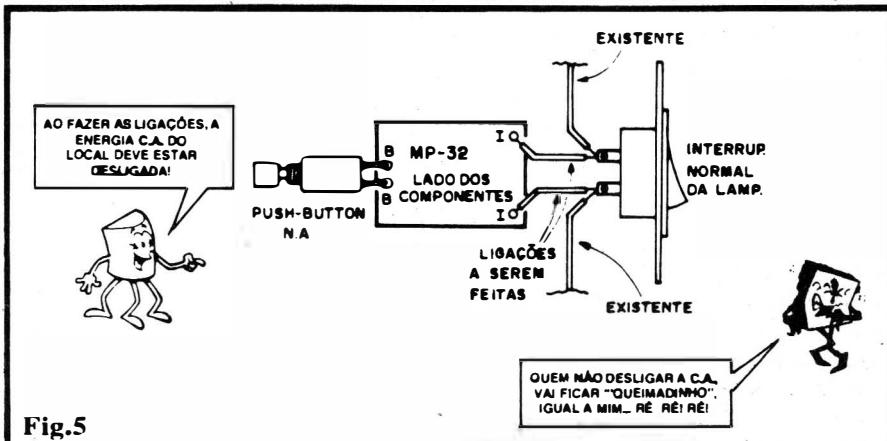

Fig.5
- FIG. 5 - OUTROS DETALHES COM O "DEDÔMETRO" - Sempre lembrando que a função básica de um provador de continuidade é "ver" se a eletricidade, em forma Contínua, "está passando ou não" por um condutor,
- FIG. 5 - CONEXÕES EXTERNAS À PLACA - INSTALAÇÃO BÁSICA - Como são poucas (e simples) as ligações externas, aproveitamos a ilustração para já dar uma idéia também da instalação elétrica final da ITEC... No-
- 6-B - Com o sistema de ligação/fixação mostrado em 6-A, a placa do circuito (pequena e leve...) poderá, na instalação final, ser “sustentada” pelo próprio **push-button**, sem o menor problema! A figura mostra um perfil do conjunto, com o “pescoço” do **push-button** preso, (pela porca e rosca “residentes” no componente...) ao espelho do interruptor anexo, ficando a plaquinha da MP-32 (ITEC) suspensa e sustentada por tal conexão mecânica... Não esquecer das (não mostradas...) conexões entre os pontos I-I da placa e os terminais do interruptor anexo, conforme ilustra a fig. 5...
Durante toda a fase da instalação final do ITEC (figs. 5 e 6...), é absolutamente obrigatório que o setor da instalação elétrica local esteja desenergizado, por razões de segurança! O procedimento certo (e necessário...) é DESLIGAR A CHAVE GERAL da energia, ao promover a mostrada instalação, voltando a ligar a C.A. apenas depois de tudo devidamente efetivado. Convém ainda, para maior segurança futura da própria instalação, que o lado cobreado da placa de Circuito Impresso seja totalmente recoberto por fita isolante, tomando-se também o cuidado de não permitir o contato de nenhum terminal ou parte metálica presente no lado dos componentes, com qualquer outro ponto condutor da própria "caixa" do interruptor!
- FIG. 5 - LIGAÇÕES EXTERNAS À PLACA E INSTALAÇÃO BÁSICA - Na figura temos, num só diagrama, o detalhamento visual das conexões externas à placa e como o PIV deve ser instalado junto ao sistema elétrico do veículo... Detalhando, inicialmente, as conexões diretas à placa: